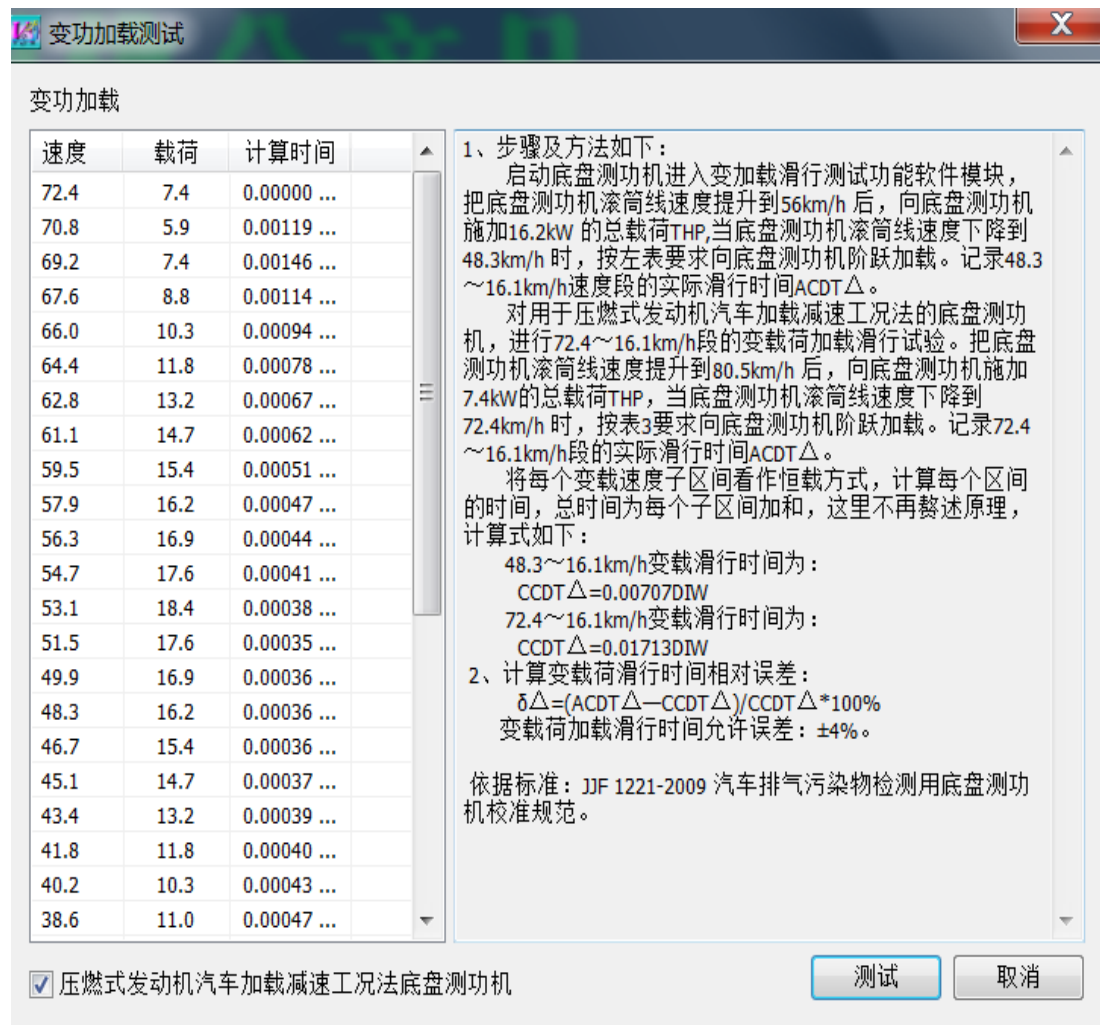

图 4.41
(1)、如图 4.41 所示：点击操作界面右侧的“变载测试”，弹出变功加载测试对话框，对话框的右方给出了变功加载测试的步骤及方法。